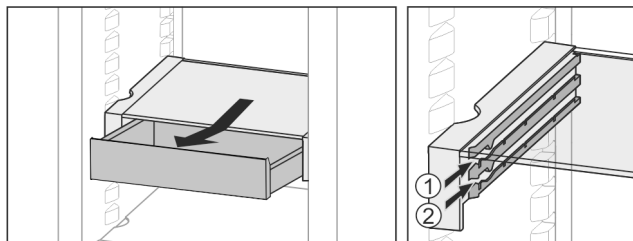

Fig. 27
- На любой высоте Fig. 27 (1) или Fig. 27 (2) вставить.